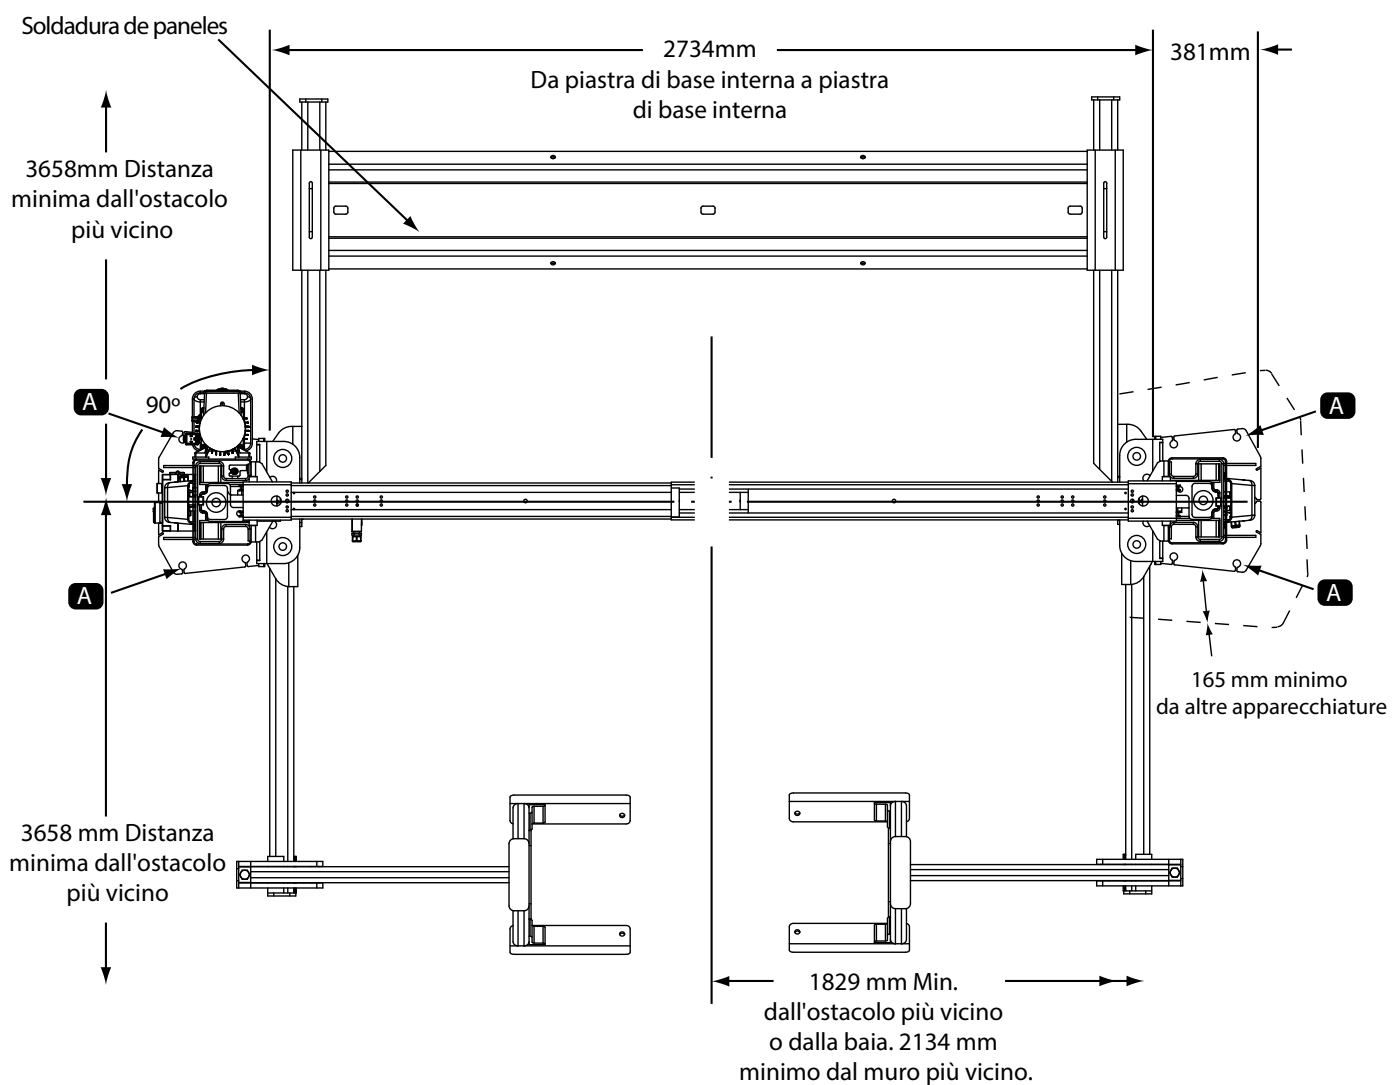

Fig. 1
Utilizzare la planimetria degli architetti, se disponibile, per posizionare il sollevatore. La Fig. 1 mostra le dimensioni di una tipica disposizione della baia.
Posizionare le colonne nella baia secondo le dimensioni indicate nella Fig. 1. Con la colonna appoggiata sul pavimento, due persone possono sollevare la parte superiore della colonna e camminare verso la base. Quando la colonna si avvicina alla verticale, una delle due persone deve spostarsi sul lato opposto della colonna e assistere nell'appoggiare lentamente la colonna sulla sua base. Entrambe le piastre di base della colonna devono essere allineate alla linea centrale del sollevatore. Le tacche sono incise su ciascuna piastra di base per indicare la linea centrale del sollevatore. Utilizzando l'attrezzatura appropriata, sollevare il carrello fino alla prima posizione di bloccaggio. Assicurarsi che il fermo di bloccaggio sia saldamente innestato.
5c. Per assicurarsi che i binari destro e sinistro siano paralleli, installare la saldatura del pannello, Fig. 1, a un'estremità e farla scorrere verso il carrello. Se il piatto si blocca durante lo scorrimento, è possibile che i binari non siano allineati. Ricontrollare. Una volta che le colonne sono in posizione con le rotaie parallele, forare e ancorare le colonne utilizzando SOLO i punti di ancoraggio d'angolo indicati nella Fig.1 con la lettera (A) utilizzando le procedure di foratura e ancoraggio appropriate (vedere la Sezione 6a **Calcestruzzo e ancoraggio**). Dopo che entrambe le colonne sono state ancorate, è possibile rimuovere la saldatura del pannello e i binari per completare l'installazione dell'ascensore. Completare la foratura e l'ancoraggio degli ancoraggi rimanenti, vedere la sezione 6a.